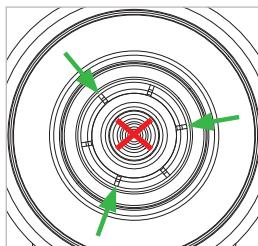

Abbildung 15
- ▶ Geben Sie je einen kurzen Sprühstoß mit dem Zielrörchen zwischen jede zweite Spannzange (*Abbildung 15*).
Achtung: Der Schmierstoff darf nicht in den Gaskanal gelangen (*Abbildung 15*).